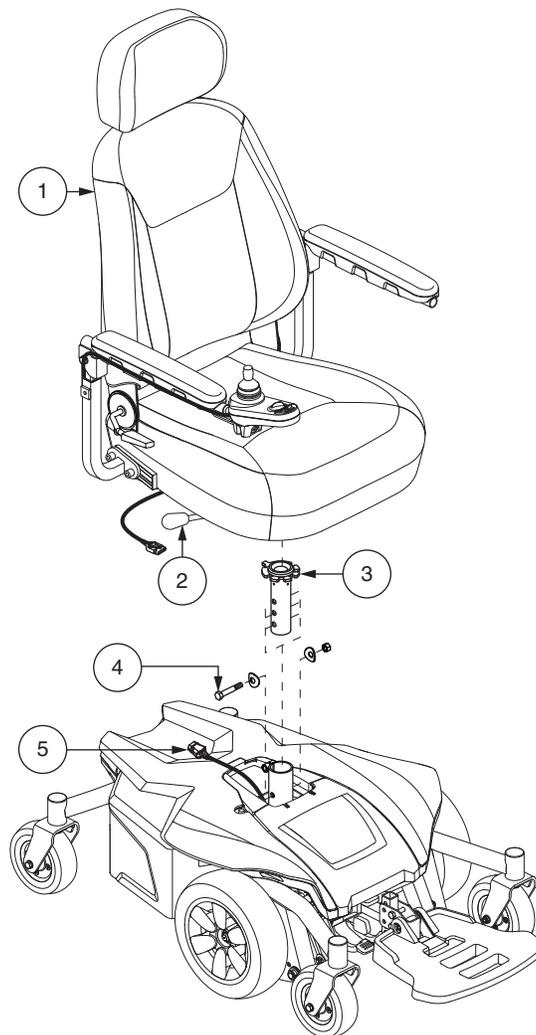

Figura 10. Regolazione altezza sedile
3. Scollegare i connettori della centralina dalla base elettronica. **Vedere la figura 10.**
4. Sollevare il blocco di sicurezza del sedile. **Vedere la figura 10.**
6. Allentare l'hardware nella parte posteriore del pistone del sedile. **Vedere la figura 10.**
7. Rimuovere i morsetti di fissaggio che uniscono le barre a trapezio ai pali del sedile. **Vedere la figura 10.**
Se la Carrozzina dispone di un sedile reclinabile, è possibile regolare l'angolazione dello schienale con l'apposita leva. La leva si trova sul lato destro della base del sedile. **Vedere la figura 10.**